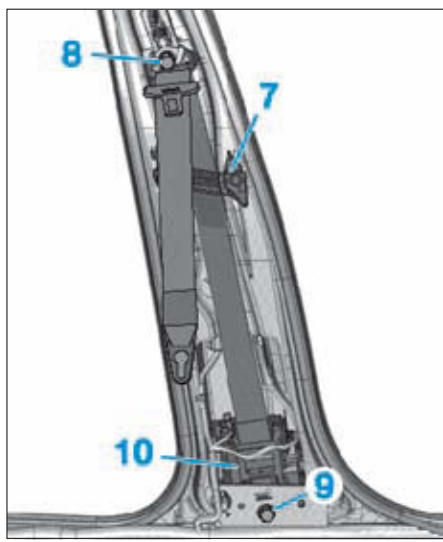

FIG. 23
- Déposer l'élément de guidage de ceinture avant (7) (Fig.23).
- Dévisser la vis (8) de la patte de renvoi.
- Dévisser la vis (9) et extraire le prétensionneur de ceinture (10) de son logement.